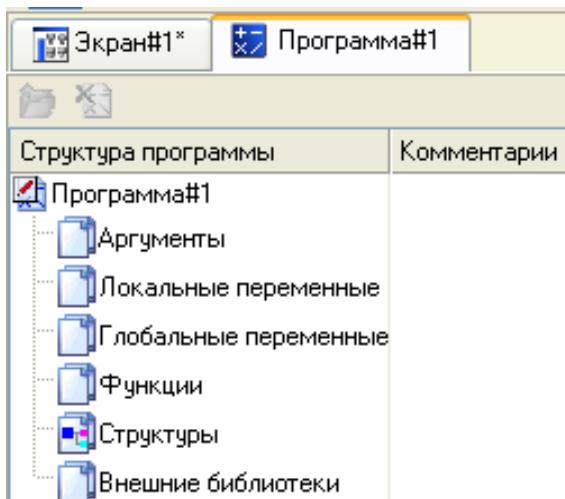

Рис. 5.6
5.4.3.3. Подвійним натисненням ЛК по компоненту **Программа#1** перейти в режим редагування програми (рис. 5.6).